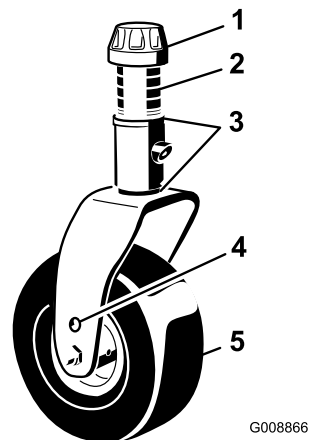

図 28
3. キャスタスピンドルシャフト（図 28）からテンショニングキャップを外し、キャスタアームからキャスタシャフトを抜き出す。最初についていたように、シャフトにシム（3mm）を 2 枚セットする。適正数のスペーサシャフトにセットして希望の刈高にする。